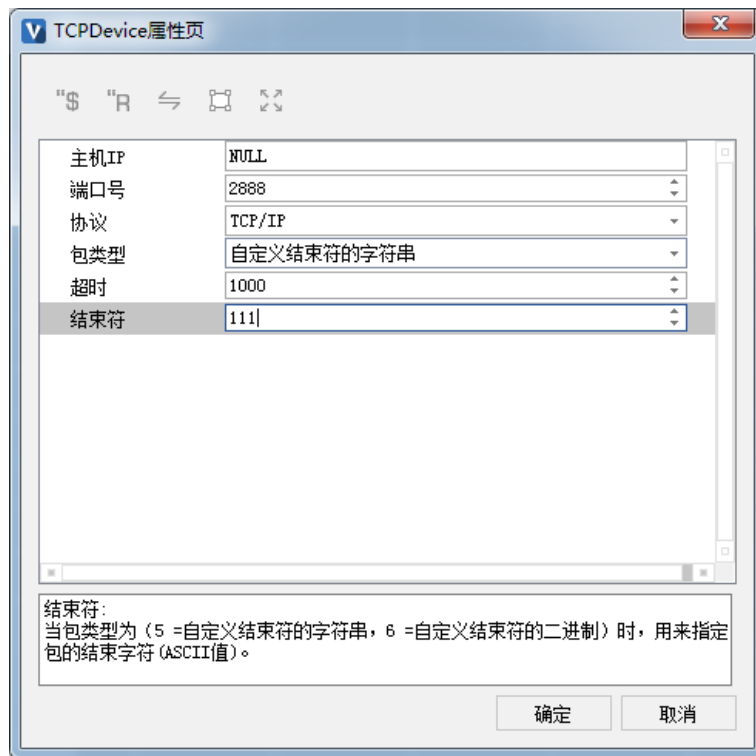

图 3-5 “TCPDevice 属性页”参数设置完成界面
2. 设置“TCPDevice 属性页”中的参数，设置方法参考表 3-1。设置完成后的界面如图 3-5 所示。